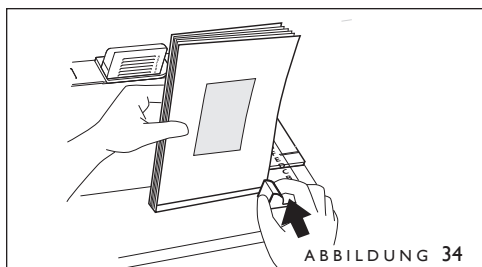

ABBILDUNG 34
1. Den gebundenen Buchblock mit dem Buchbreitenmesser links unten auf der Hardcover-Führung zur Bestimmung der Einbandbreite messen (Abbildung 34).